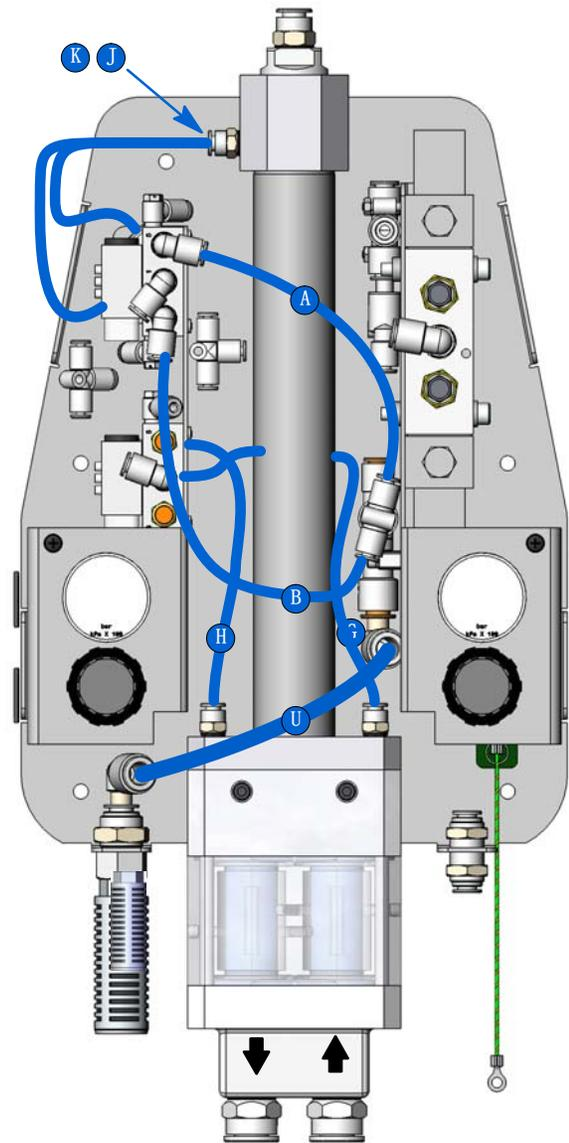

图 10 断开空气管
4. 见图10。将所示七个空气管的各自末端断开。
注意： 图10所示字母对应于20页 管道图中的字母。